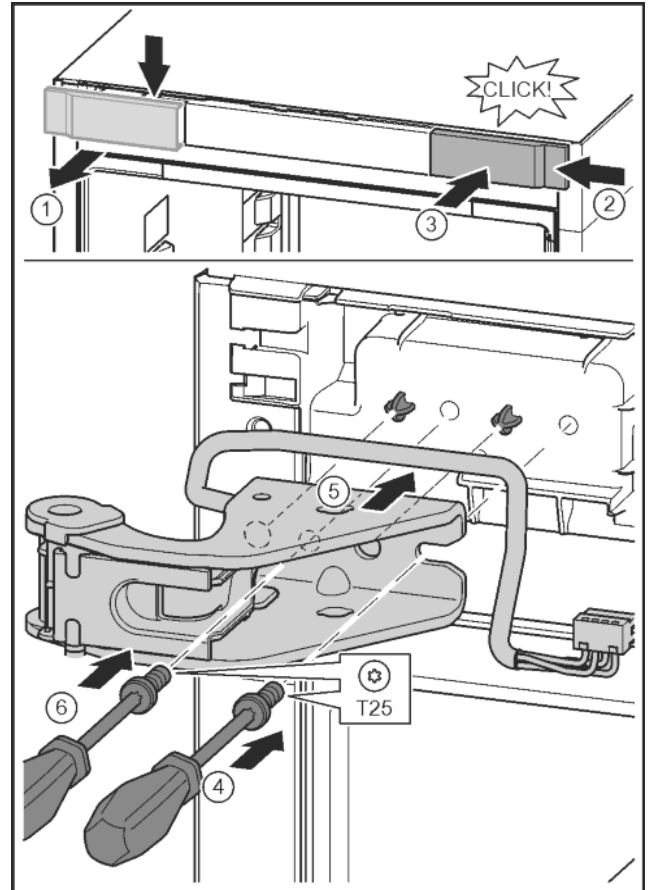

Fig. 33
- ▶ Отпустить крышку и снять скобу. Fig. 33 (1)
- ▶ Навесить крышку, повернув ее на 180°, справа с другой стороны. Fig. 33 (2)
- ▶ Крышку зафиксировать. Fig. 33 (3)
- ▶ Установить винт отверткой T25. Fig. 33 (4)
- ▶ Установить верхний опорный кронштейн. Fig. 33 (5)
- ▶ Затянуть винт. Fig. 33 (4)
- ▶ Вставить и затянуть винт отверткой T25. Fig. 33 (6)